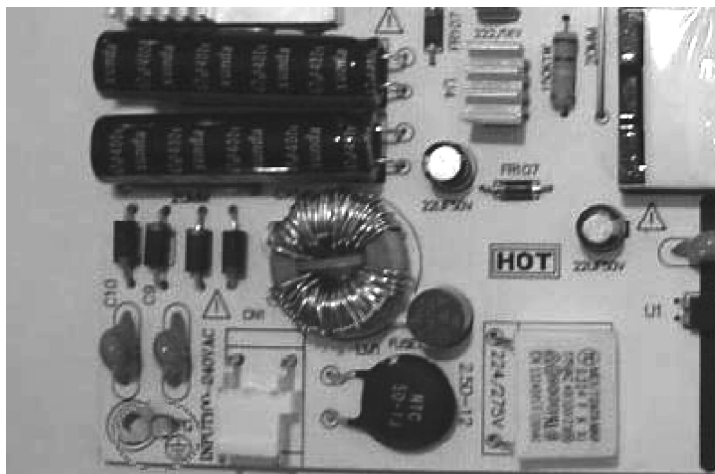

图 3-21 开关电源板接地标志
① 代换液晶电视开关电源时，除了要注意功率、电压等相匹配外，更重要的一点，由于液晶电视内部空间有限，应注意开关电源的外部尺寸不宜过大，还要注意开关电源板的螺孔位置是否与原电视开关电源的螺孔位置一致。液晶电流开关电源要远离热源和潮湿地带，其相对湿度一般在 5% ~ 70%，环境温度一般在 -25 ~ 40℃ 之间。
② 正确连接好开关电源的输入和输出线，开关电源的接地引线不能有松动现象。开关电源板上一般有接地标志（见图 3-21），应将该接地线接入电源插座处的接地端柱子上，以免产生静电。